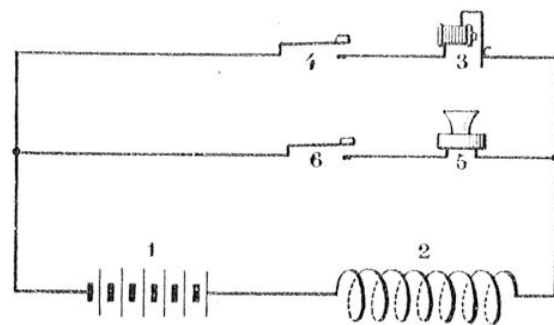
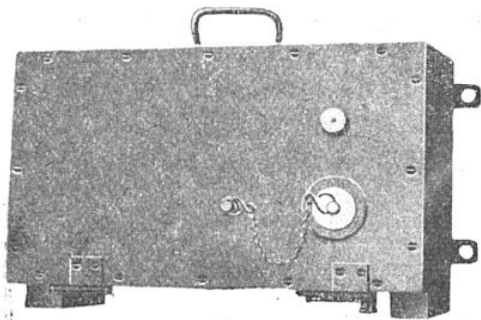

FIG. 3. — SCHÉMA DE L'ÉMETTEUR
FIG. 4. — ENSEMBLE DE L'ÉMETTEUR PLACÉ DANS LA CAGE DE DESCENTE DU PERSONNEL
L'émetteur est d'une grande simplicité (voir fig. 4). C'est une caissette en bois munie d'une poignée, donc portable. Elle contient (fig. 3) une batterie de piles sèches (1) et une bobine ou cadre (2) de quelques dizaines de spires isolées réunies en série avec la batterie. Le courant peut être fermé, soit à travers un vibreur (3) et une clé (4), soit par la ligne du microphone (5) et le bouton (6).
L'ensemble fonctionne de la façon suivante : les ouvriers se trouvant dans la cage ont devant eux l'appareil émetteur, dont la vue extérieure est donnée par la figure 4. Supposons que, pendant le transfert du personnel et pour une cause quelconque, on veuille donner un signal au machiniste ; il suffit, pour cela, que l'ouvrier le plus proche de la boîte lève son bras et appuie sur le bouton se trouvant sous la boîte. Le courant, haché par le vibreur, parcourt la bobine et induit le courant dans la grande spire. Ce courant est amplifié par l'amplificateur. Le haut-parleur réuni à ce dernier reproduit le signal, que le machiniste entend comme un